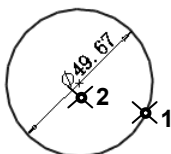

图 4.9.7 直径的标注
Step3. 选取要标注的元素。单击位置 1 以选取圆，如图 4.9.7 所示。
Step4. 确定尺寸的放置位置。单击位置 2 放置尺寸，如图 4.9.7 所示。